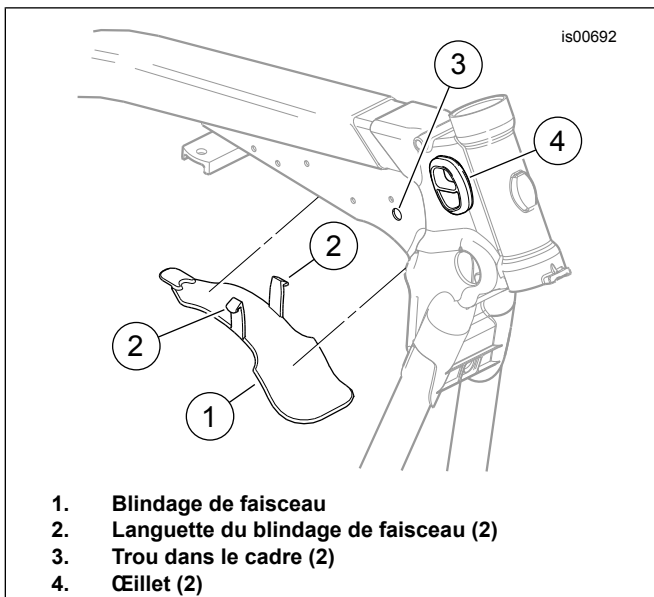

Figure 1. Dépose du blindage de faisceau
5. Voir Figure 1. Désengager les languettes (2) des orifices (3) de chaque côté du cadre et retirer le blindage (1).
15. Voir Figure 1. Acheminer le connecteur de feu de direction assemblé de droite, à partir de l'extérieur, à travers l'œillet (4) du côté droit du cadre derrière la colonne de direction. Acheminer le connecteur assemblé de gauche à travers l'œillet du côté gauche du cadre.